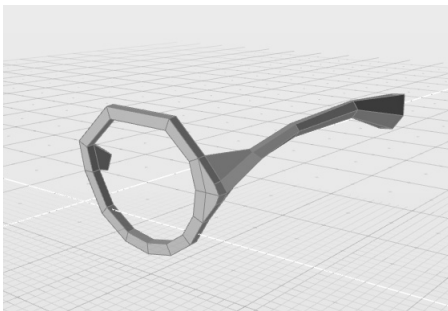

图 6-62 打开练习文件
1) 打开素材文件夹“练习 (6.2.4_1)”中的 Evolve 文件, 该文件中包含一个多边形对象, 为眼镜的一半造型, 如图 6-62 所示。